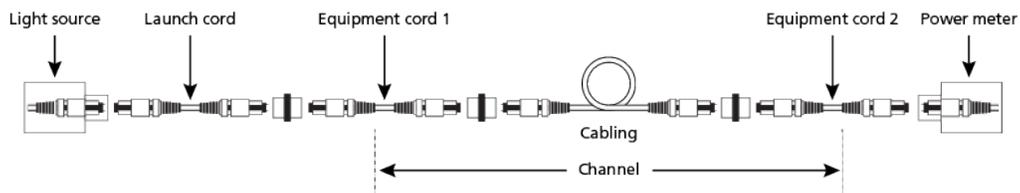

Abbildung 14. Messen Sie die Dämpfung des Kabels
4. Schließen Sie LSPM, Vorlaufkabel und Gerätekabel an (s. Abbildung 14).